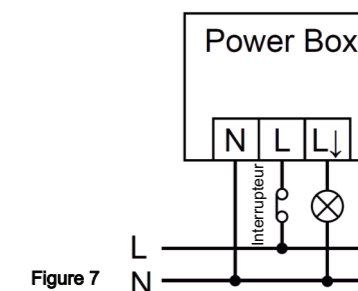

Figure 7
3.5.1 En installant un interrupteur supplémentaire conformément à la figure 7, le détecteur peut être commuté en mode manuel. Deux mises en marche et arrêts rapides font passer le détecteur en mode manuel. La lumière reste allumée durant 6 heures et passe ensuite en mode automatique. Il est possible de quitter le mode manuel avant la fin des 6 heures et de repasser en mode automatique en éteignant et en allumant une fois. (Voir figure 7).